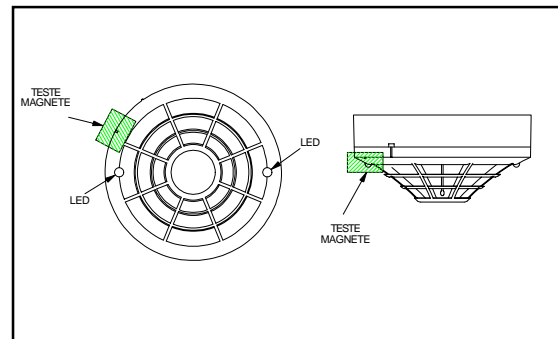

Figura 2: Posizionamento del Magnete nel Teste
1. Posizionare il magnete opzionale sul bordo del rivelatore a circa 2 cm dal LED in senso orario, come illustrato in Figura 2.